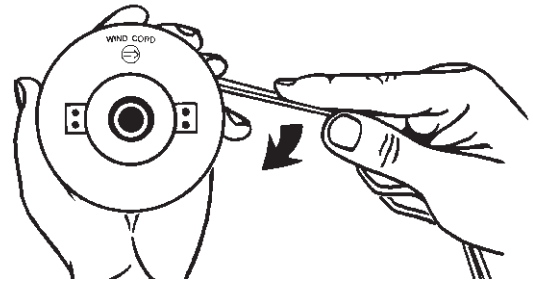

Fig. 10
5. Enrouler comme illustre (Figure 10), en tenant tendu, chaque moitié étant séparée par le séparateur de bobine. Enrouler jusqu'à 15cm (6") des extrémités.